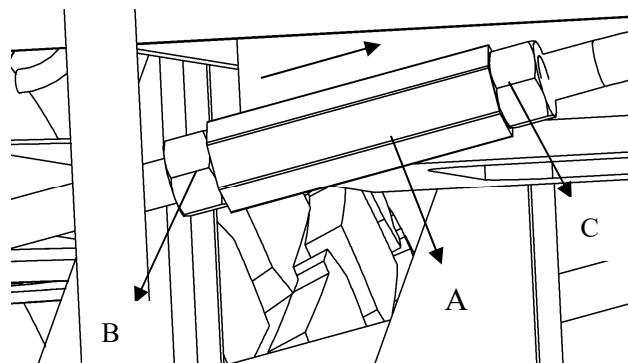

Fig. 22
- Se la ruota destra gira in senso orario, allentate leggermente i dadi (B e C), quindi ruotare il regolatore di folle (A di Fig. 22) in senso antiorario (rispetto alla direzione della freccia) finché la ruota non gira più. Infine, serrate saldamente i dadi (B e C).